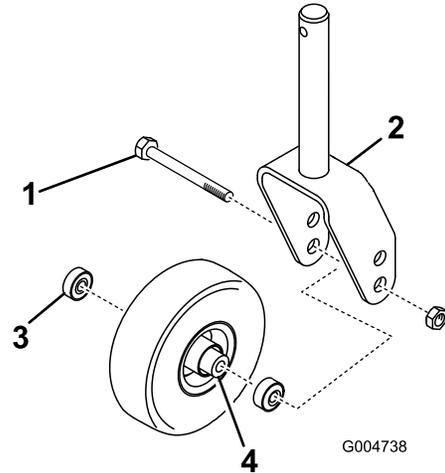

図 25
1. キャスタ・ホイール・アセンブリをキャスタ・フォークの間に保持しているボルトのロックナット (図 25) を外す。キャスタ・ホイールをつかんでおいて、ボルトをフォークまたはピボット・アームから抜き取る。
2. ホイールのハブからベアリングを外して、ベアリング・スペーサを床に落とす (図 25)。ホイール・ハブの反対側にあるベアリングを取る。